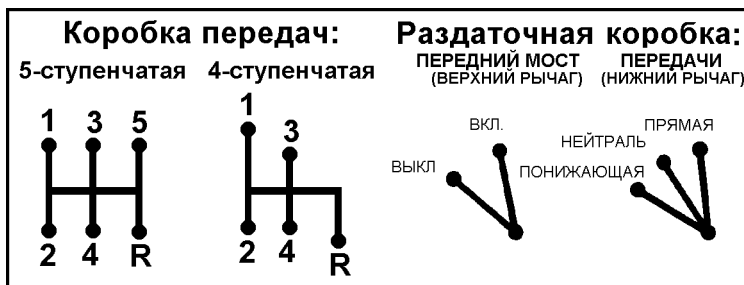

Рис. 3.4. Схема положений рычагов коробки передач и рычагов раздаточной коробки
**12 -рычаг включения переднего моста** (см. рис. 3.4). Имеет два положения: переднее - мост включен; заднее - мост выключен;
**13 -рычаг включения передач раздаточной коробки** (см. рис. 3.4). Имеет три положения: переднее - включена прямая передача, среднее - нейтральное положение, заднее - включена понижающая передача;
**14 -рычаг переключения передач** (см. рис. 3.4);